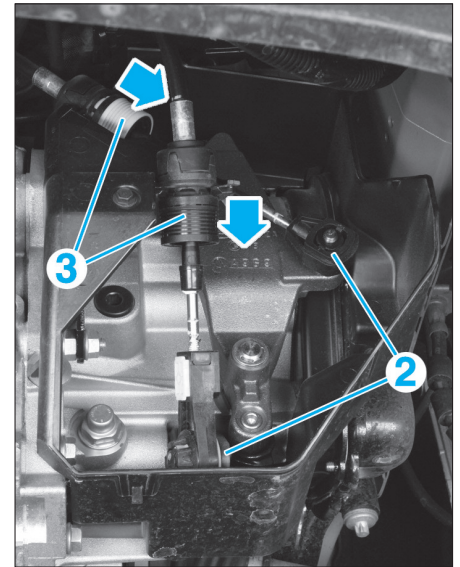
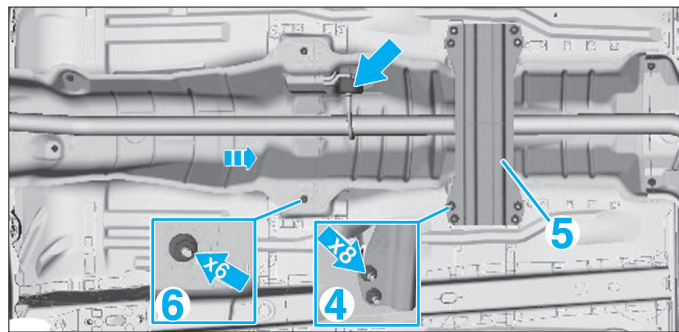

Fig. 13
Fig. 14
- Désaccoupler les câbles de commande de la boîte de vitesses et des arrêts de gaine. Pour cela (Fig.13) :
- dégrafer l'extrémité des câbles (2),
- pousser les bagues (3) dans le sens des flèches.
- Déposer (Fig.14) :
- les écrous (4),
- le renfort (5),
- les écrous (6).